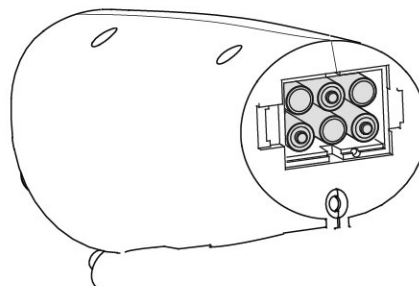

Figura 6
2. Inserire sei batterie AA nel vano come indicato dai simboli della polarità indicata all'interno del vano (Figura.6).